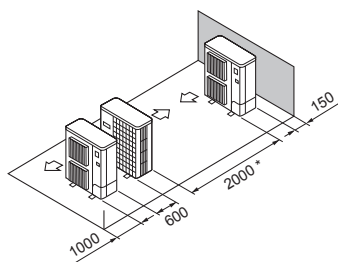

Fig. 2-17
- ⑤ Disposição de uma unidade em paralelo (Fig. 2-17)